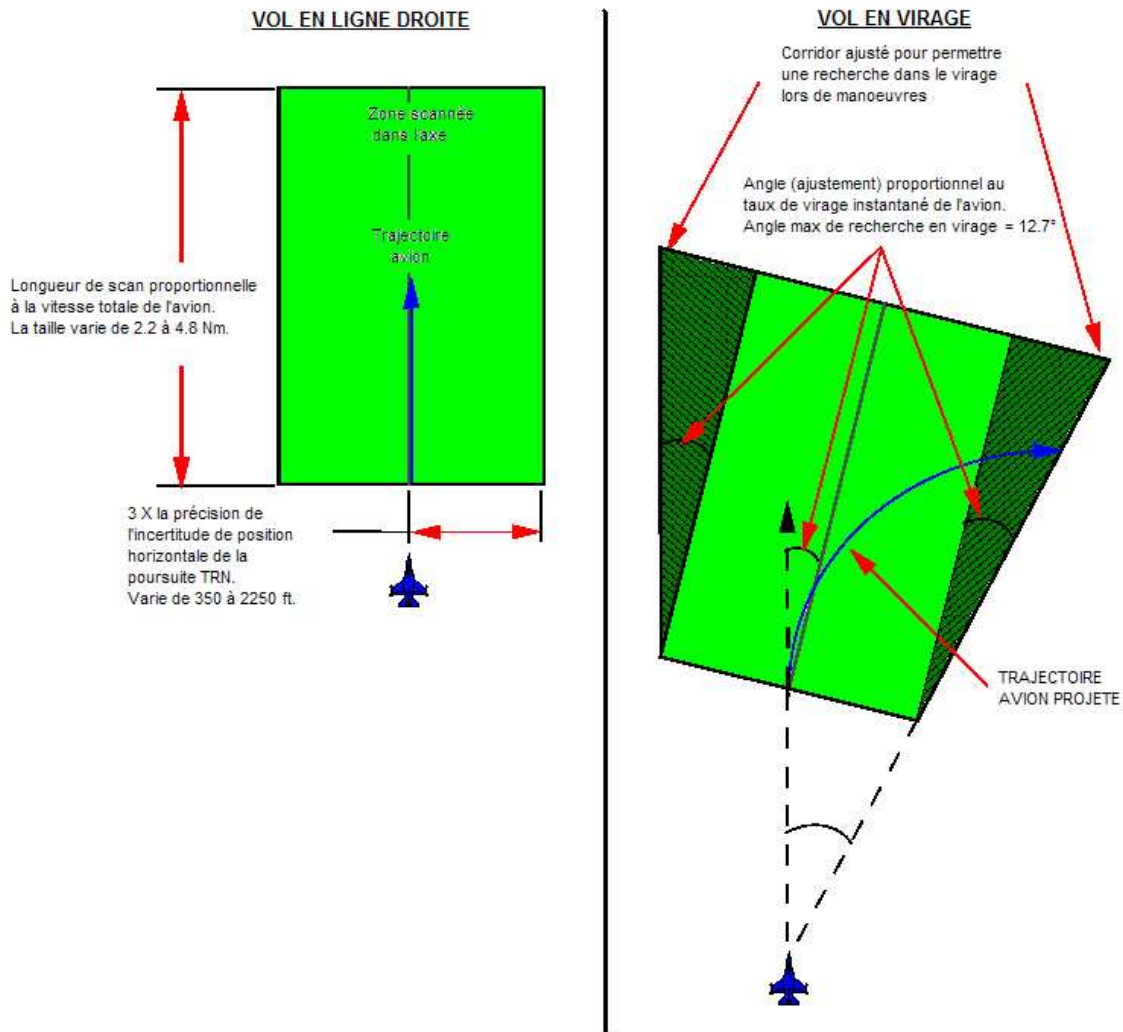

Figure 2-38 Zone scannée OW/C
**Repères et alertes d'obstacle (OW/C) :** La fonction OW/C fournit au pilote avec des conseils sur les obstacles de construction humaine en tête haute ou sur la trajectoire (ou adjacents) de l'avion. L'OW/C permet de conseiller par rapport à des obstacles soit que le pilote ne peut voir de part les conditions visuelles (soleil bas...) ou que d'autres capteurs ne peuvent détecter. La fonction OW/C fonctionne en scannant les obstructions sur zone de forme trapézoïdale de la partie avant de la DFM, à gauche et à droite de la trajectoire actuelle de l'avion comme montré en Figure 2-38. L'origine de la zone scannée est la position estimée TRN de l'avion dans la base de données. La taille de la zone scannée est de 2.2 Nm et ne change pas avec la vitesse de l'avion. La zone scannée en largeur est directement proportionnelle à la HPU --- plus la HPU est petite, plus la zone scannée est étroite. Des extension d'ailes à 7° depuis la base de la zone scannée jusqu'aux bords d'attaque terminent la zone scannée OW/C. Les ailes fournissent une capacité de « vision dans le virage » limitée similaire à la zone scannée du PGCAS. La zone scannée OW/C est orientée le long de la trajectoire de l'avion en vol en ligne droite et est tournée dans la direction du virage à un maximum de 5.7° pour fournir angle de vision dans le virage de 12.7°.